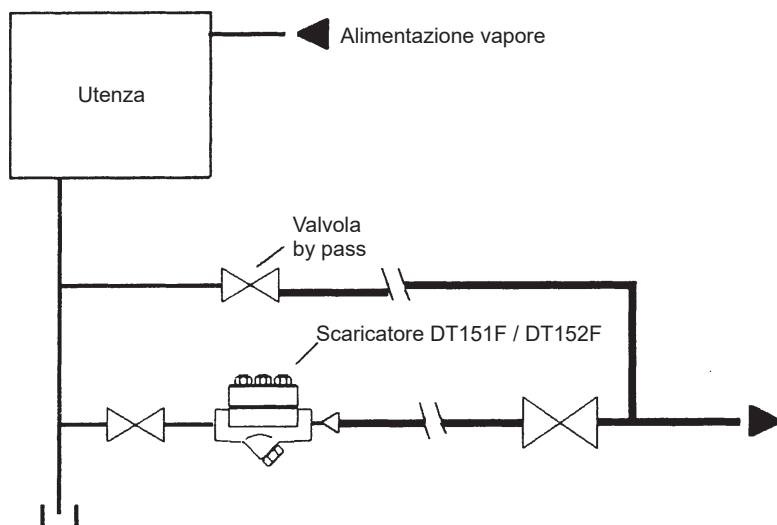

Fig. 1 - Drenaggio di utenza con scarico convogliato.
- 3.6** Se è richiesto il funzionamento continuo dell'utenza e/o per agevolare la manutenzione, prevedere una valvola di intercettazione a monte, una a valle ed una di by-pass (vedi fig.1).